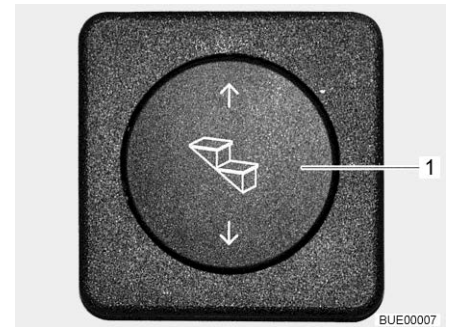

Bild 11 Bedientaster Eintrittstufe
- Bedientaster (Bild 11,1) unten drücken und gedrückt halten (mindestens 3 Sekunden), bis die Eintrittstufe vollständig ausgefahren ist.
- Bedientaster (Bild 11,1) oben drücken, bis die Eintrittstufe vollständig eingefahren ist.